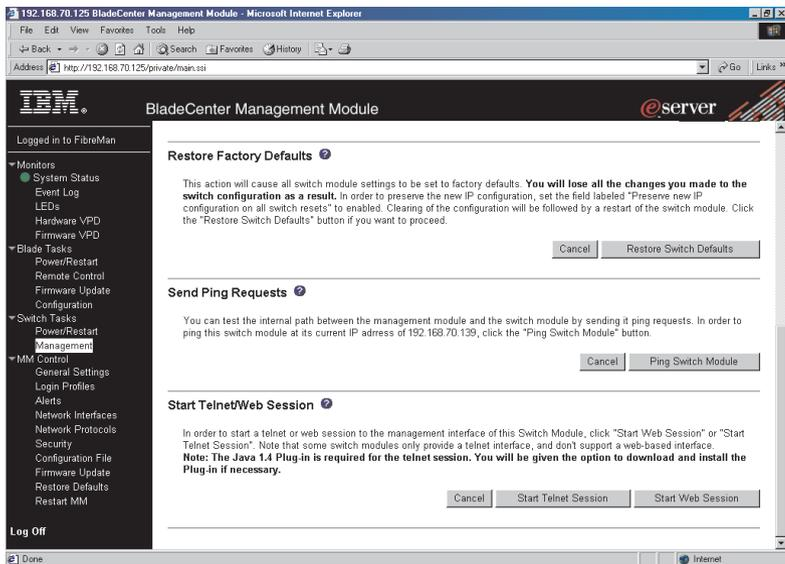

図 13. 「Switch Management」 ウィンドウ - 上級
7. スクロールダウンをして、「**Advanced Switch Management**」をクリックします。33 ページの図 13 の図のようなウィンドウが開きます。